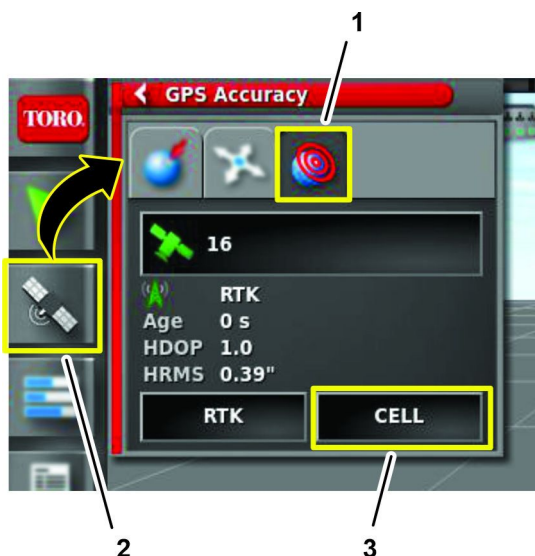

图 167
- 在 GeoLink 控制台上按 GPS 信息图标图 167。